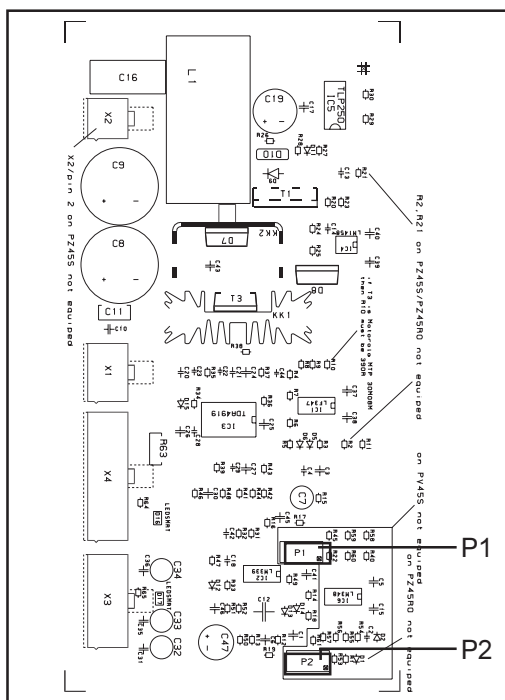

Fig.5 Plaque PZ45RO
- Modification possible au P2 sur la plaque PZ 45RO - fig.5
- Modification possible au P1 sur la plaque PZ 45RO - fig.5